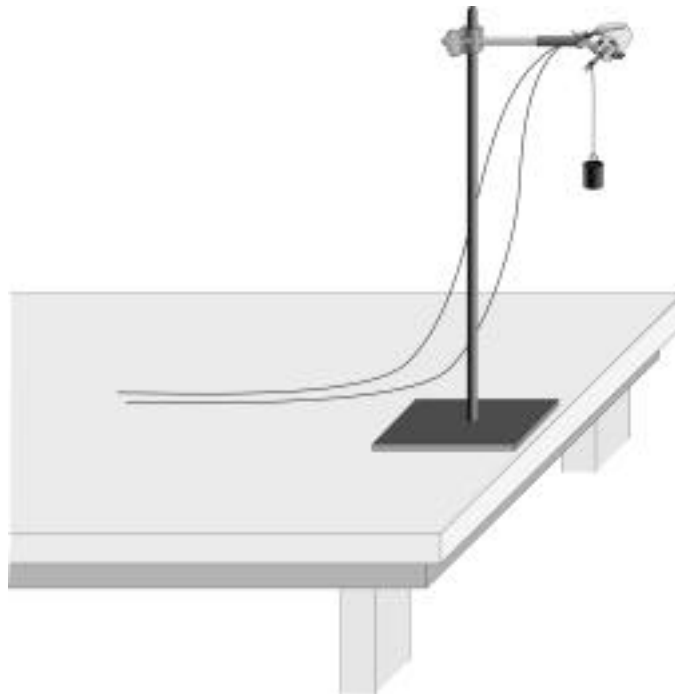

Figure 1
3. Montez le moteur comme sur la figure 1. Il devrait y avoir un axe sur le moteur sur lequel le fil puisse s'enrouler quand la masse s'élève. Laissez assez d'espace pour que la masse puisse s'élever au moins de 0,5 m ; une plus longue distance est préférable. Faites une boucle à l'extrémité du fil pour accrocher la masse